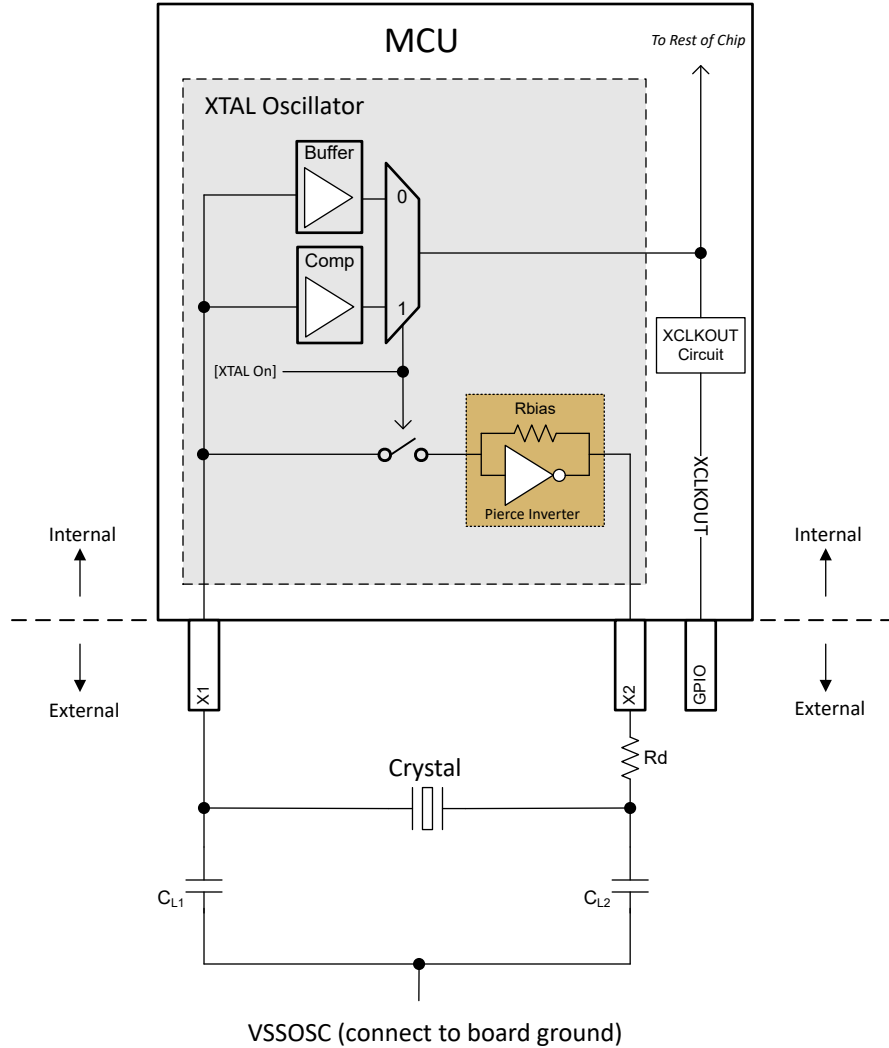

图 6-11. 电子振荡器方框图
该器件中的电子振荡器是皮尔斯振荡器。它是一个正反馈逆变器电路，需要一个调优电路才能振荡。当这个振荡器与一个兼容的晶体配对时，会形成振荡电路。该振荡电路在晶体的基频处振荡。在该器件上，由于分流电容器 (C0) 和所需的负载电容器 (CL)，振荡器被设计成在并联谐振模式下运行。图 6-11 所示为电子振荡器和振荡电路的元件。
根据图 6-11，CL1 和 CL2 是串联的；因此，要找到晶体看到的等效总电容，必须应用电容串联公式：如果 $CL1 = CL2$ ，只需计算 $[CL1]/2$ 即可。